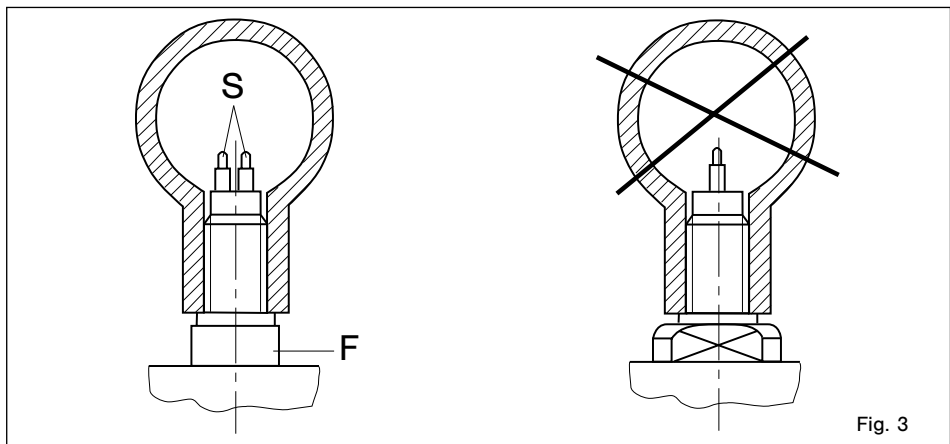
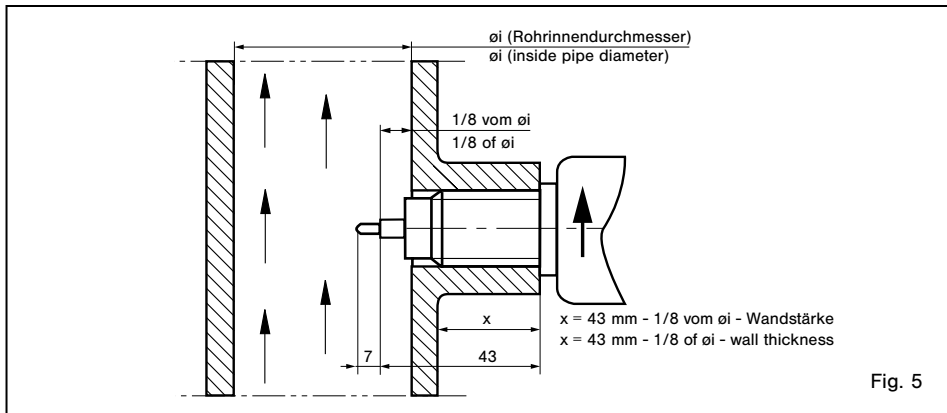

Fig. 3
Fig. 5
- 2 Die Messfühler (S) müssen nebeneinander im Rohr liegen (siehe Fig. 3):
- 2 The two sensors (S) must be side by side across the direction of flow (see fig. 3):
Die beiden Messfühler (S) müssen im eingebauten Zustand nebeneinander im Strömungsmedium liegen. Dies ist der Fall, wenn die Schlüsselansatzflächen (F) parallel zur Rohrleitung stehen (siehe Fig. 3). Bis 56 mm Rohrlinnendurchmesser muss der Einschraubstutzen bündig mit der Rohrlinnenwand sein. Größer 56 mm Rohrlinnendurchmesser muss die Fühlermitte (schräger Absatz) auf 1/8 des Rohrlinnendurchmessers eingeschraubt werden. Der Pfeil (Laserbeschriftung) an der Seite des Gehäuses muss in Strömungsrichtung zeigen (siehe Fig. 5).
The two sensors (S) of the flow meter must be aligned side by side directly across the direction of flow. The sensors are correctly positioned when the wrench flats (F) are aligned parallel with the pipe (see fig. 3). For inside pipe diameters up to 56 mm (2.2 in) the shaft end must be in line with the inner pipe wall. For inside pipe diameters above 56 mm (2.2 in) the shoulder of the two sensors (7 mm (0.28 in) from the tip) must be positioned at 1/8 of inside pipe diameter  $\varnothing i$ . The arrow (laser marking) at the side of the housing must show in direction of flow (see fig. 5).
Die beiden Messfühler (S) müssen im eingebauten Zustand nebeneinander im Strömungsmedium liegen. Dies ist der Fall, wenn die Schlüsselansatzflächen (F) parallel zur Rohrleitung stehen (siehe Fig. 3). Die Fühlermitte (schräger Absatz) muss bei 1/8 des Rohrdurchmessers positioniert werden. Der Pfeil (Laserbeschriftung) an der Seite des Gehäuses muss in Strömungsrichtung zeigen (siehe Fig. 7).
The two sensors (S) on the flow meter must be aligned side by side directly across the direction of flow. The sensors are correctly positioned when the wrench flats (F) are aligned parallel with the pipe (see fig. 3). The shoulder of the two sensors (7 mm (0.28 in) from the tip) must be positioned at 1/8 of inside pipe diameter  $\varnothing i$ . The arrow (laser marking) at the side of the housing must show in direction of flow (see fig. 7).